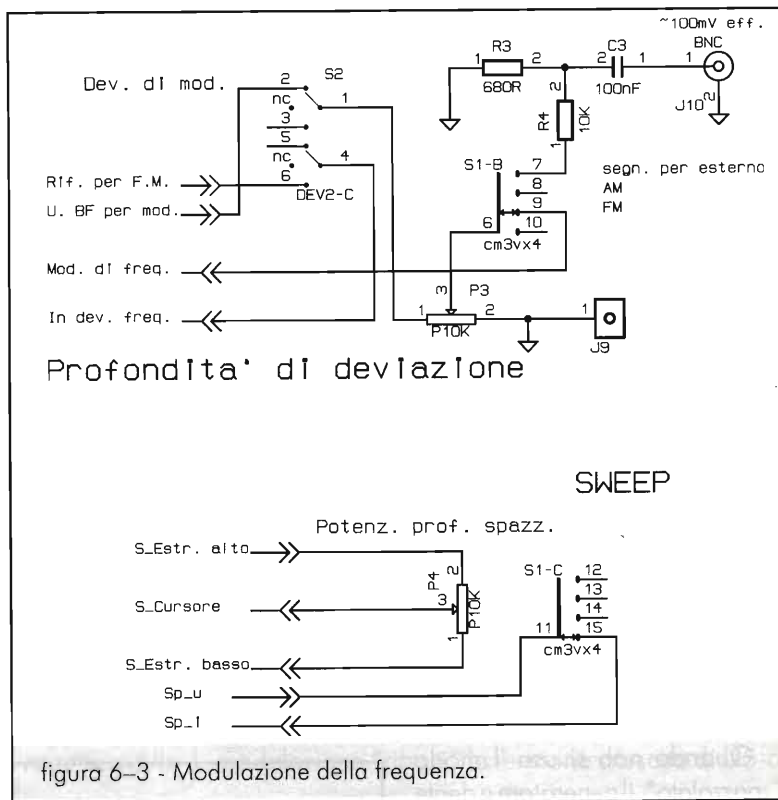

figura 6-3 - Modulazione della frequenza.
Non importa su quale frequenza o gamma ci troviamo. Modo operativo: modulazione di frequenza; commutatore S1 di figura 6-3 su FM.
- Inseriamo in R37 la componente continua generata da Q3 (deviatore S2 di figura 6-3 su posizione inferiore a schema).
- Mettere S2 a pannello sulla "modulazione nulla": posizione centrale di schema a figura 6-3 e notare che la frequenza segnata al frequenzimetro sia quella voluta (es.: 10.7MHz)
Ogni valore inferiore lo otteniamo ruotando proporzionalmente il potenziometro di modulazione, P1 di figura 6-3, (es.: a fondo scala, potenziometro su "10" = 130kHz, col potenziometro P1 di figura 6-3 alla posizione "2" = 26kHz [$0.2 \times 130 = 26$] .